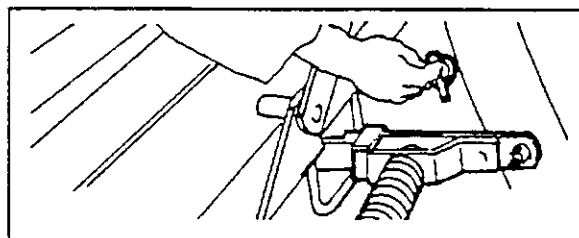

fig. 4-29
4. Relâcher la jambe de force de travail (fig. 4-29).